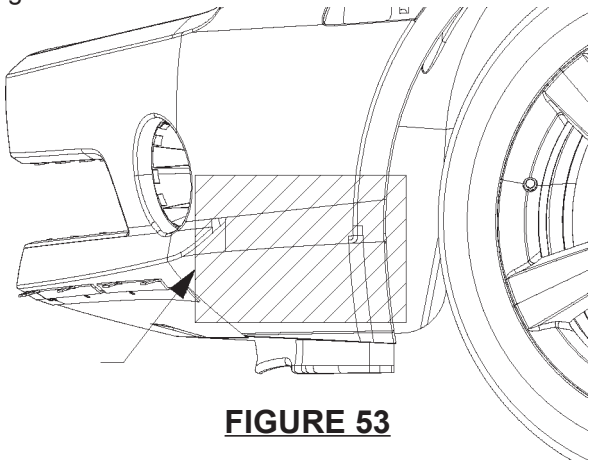

FIGURE 53
14. Essuyer la région indiquée du véhicule avec le tampon d'alcool fourni. Laisser sécher. Un par côté. Se reporter à la Figure 53.